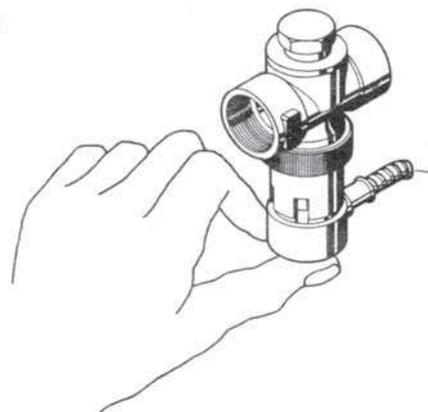

Fig. 25 Dispositivo di scarico di termoprotezione
- Premere il cappuccio rosso contro la valvola (fig. 25) > l'acqua deve fuoriuscire nell'imbuto.